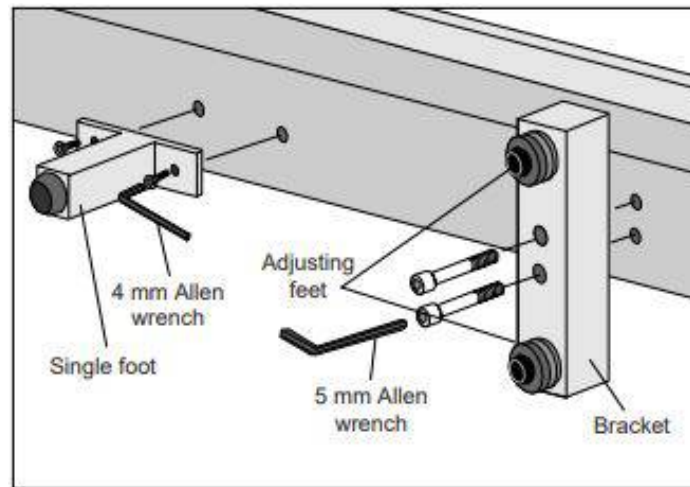

Figura 20: Adjuntar los pies niveladores.
1. Usar los tornillos y las llaves Allen provistas y sujetar el pie nivelador simple y doble al aire. Seguir el canal en U como se muestra en la figura 20.